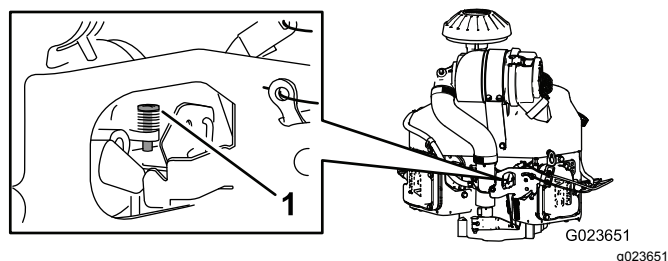

Рисунок 68
4. Отрегулируйте упорный винт на карбюраторе (Рисунок 68) так, чтобы малая частота